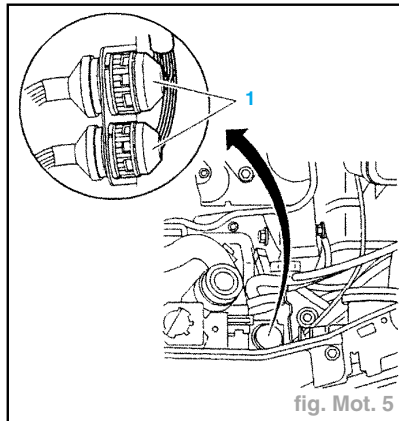

fig. Mot. 5
- Débrancher les deux connecteurs (1) fig. Mot. 5).